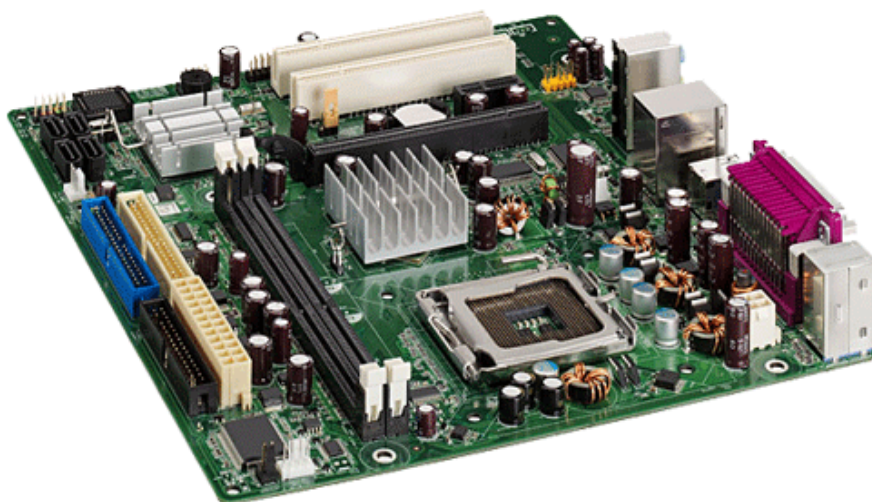

Рис. 2.1 – Системная плата персонального компьютера
2.1.1 Системная плата настольного персонального компьютера (рис. 2.1) состоит из собственно печатной платы, а также из смонтированных на ней следующих компонентов: разъёма центрального процессора (CPU), микросхем чипсета (англ. *chipset* – набор микросхем), микросхемы загрузочного постоянного запоминающего устройства (ПЗУ), содержащей BIOS (англ. *basic input/output system* – «базовая система ввода-вывода»), контроллеров шин и интерфейсов ввода-вывода и периферийных устройств. Оперативное запоминающее устройства (ОЗУ), т. е. RAM (random access memory) в виде модулей памяти монтируется в специально предназначенные разъёмы; а в слоты расширения устанавливаются карты расширения для связи с другими устройствами компьютера – клавиатурой, мышью, монитором, принтером и т. п. Дополнительная система охлаждения и периферийные устройства монтируются внутри шасси, в совокупности формируя системный блок компьютера.